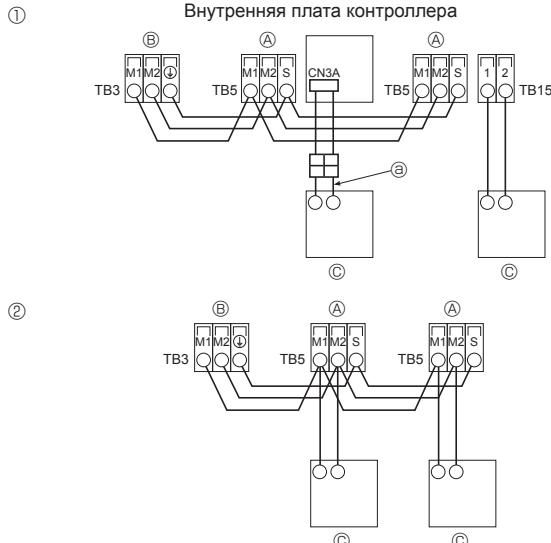

Fig. 7-3
7.4. Подсоединение пульта дистанционного управления, кабелей передачи внутри и снаружи (Fig. 7-3)
① Пульт дистанционного управления "MA"
② Кабель пульта дистанционного управления MA (ПРИСПОСОБЛЕНИЕ ⑨)
② Пульт дистанционного управления "M-NET"